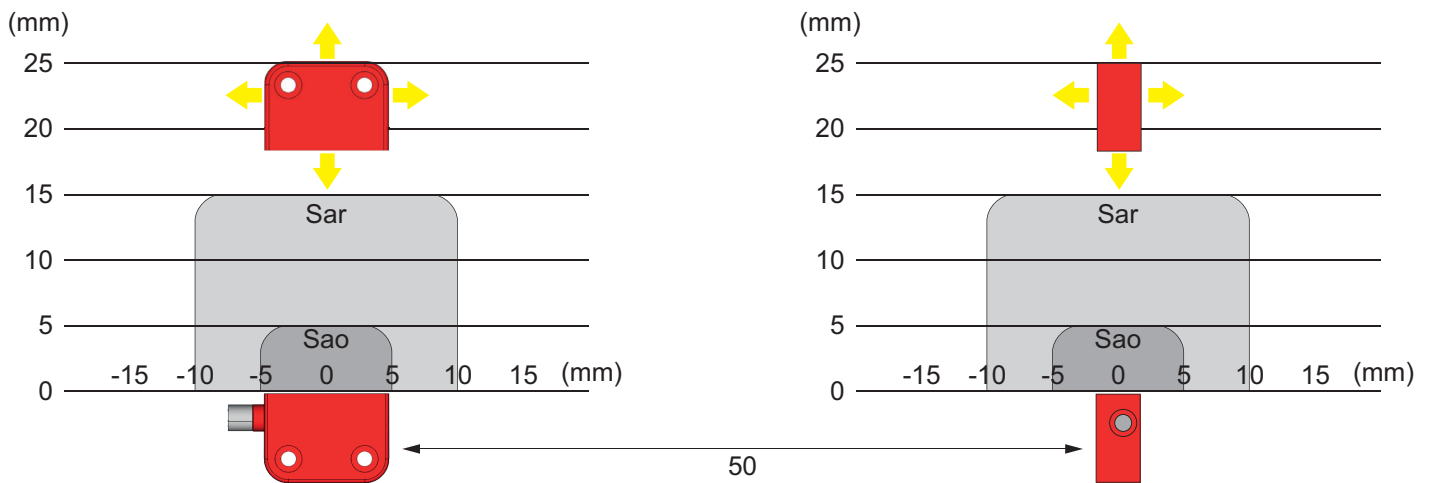

Fig. 3 - Afstand
Forskellige justeringer kan føre til forkerte driftsbetingelser (f.eks. ingen eller kun en intern kontakt ændrer dens status). Det bør altid være formålet at opnå en optimal justering mellem sensor og magnet under installationen. Men MC36CH tillader ikke en afvigelse under den korrekte drift. Det typiske maksimalt tilladte forskydning mellem sensor og magnet i XZ-planen vises i fig. 3. Bemærk, at enhver afvigelse i planet reducerer skift af afstand i Y-aksen.
**Bemærk:** Typisk detekteringskarakteristika vist i fig. 3 kan variere fra sensor til sensor.